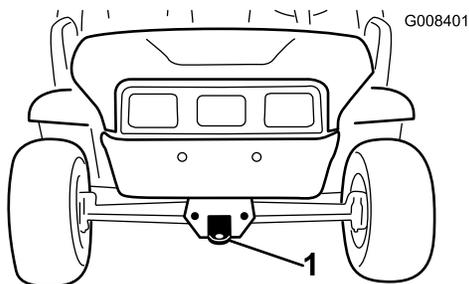
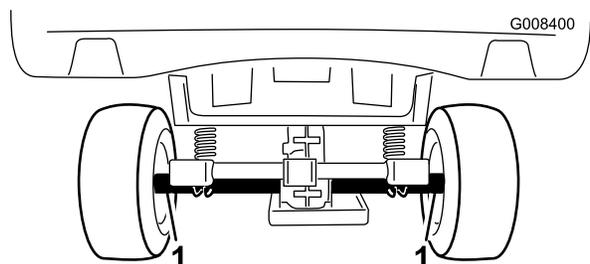

Figura 23
Figura 24
Utilize um atrelado para mover a máquina numa longa distância. Verifique se a máquina se encontra bem presa ao atrelado. Consulte a Figura 24 e a Figura 23 para localizar os pontos de fixação da máquina.
2. Ate um cabo de reboque ao garfo, na parte dianteira do chassi da máquina (Figura 23).